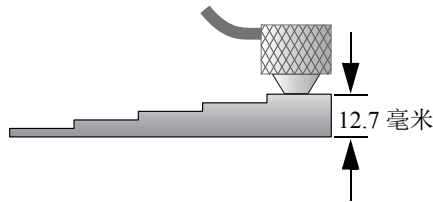

图 5-4 在 5 阶试块上进行声速校准 — 厚阶梯
- b) 使用中度到较强的压力将探头耦合到试块的厚阶梯上（参见第 55 页的图 5-4）。